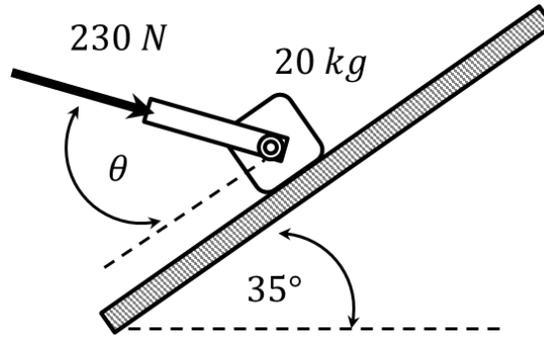

Fig. 2.9.
2.5.- Un bloque de 20 (kg) se mantiene en reposo sobre un plano inclinado cuando se aplica una fuerza de 230 (N), tal como lo muestra la Fig. 2.9. Considere que entre el bloque y el plano inclinado existe un coeficiente de roce estático de 0.3. Calcular el valor mínimo de θ para el cual el bloque se mantiene en reposo.